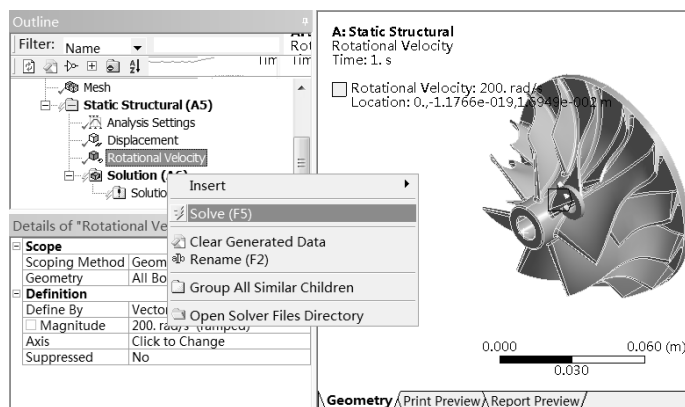

图 5-106 求解
Step6: 在 Outline (分析树) 中的 Static Structural (A5) 选项上右击, 在弹出的快捷菜单中选择  Solve 命令, 如图 5-106 所示, 此时会弹出进度显示条, 表示正在求解, 当求解完成后进度条自动消失。